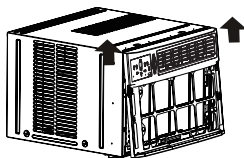

Fig.3A
5. Levante con cuidado el panel frontal de la unidad (consulte la Fig. 3A).